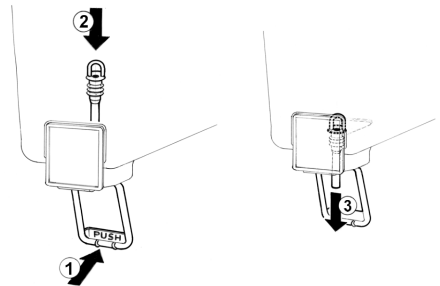

figure 4
**2 Robinet avec tube en caoutchouc:** Pousser (1) le levier de débit robinet et enfiler (2) le tuyau du robinet dans son siège sur le fond du réservoir. Tirer (3) doucement le tuyau vers le bas jusqu'à le bien placer (voir figure 4).